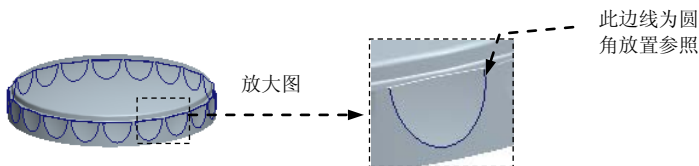

图 6.9.9 倒圆角 23
Step6. 创建图 6.9.9 所示的倒圆角特征——倒圆角 23。选择下拉菜单 **插入(I)** →
倒圆角(R)... 命令; 选择图 6.9.9 所示的边线为圆角放置参照, 圆角的半径值为 0.2。